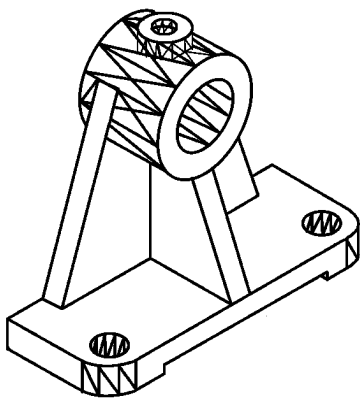

图 12.9
1. 创建如图 12.9 所示的三维实体的三视图,该图的尺寸参见第 11 章 11.4.3 节。